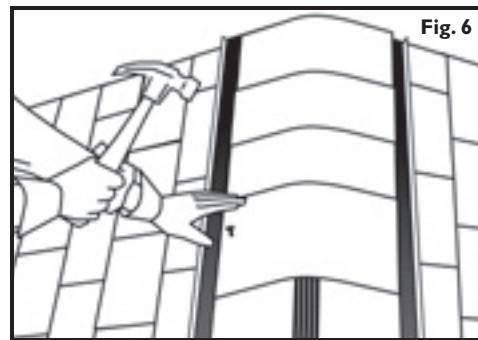

Fig. 6
6. Nail hip and ridge shingle over the vent using nails long enough to meet the penetration requirements of the shingle manufacturer or use nails provided with the VentSure ridge vent. For a clean look, extend the hip and ridge shingle to cover the interlocking tabs or trim tabs off using a utility knife. **See Fig. 6.**
6. Fije las tejas para lima tesa y cumbre sobre la ventilación con clavos con una longitud que coincida con los requisitos de penetración del fabricante de las tejas o con los clavos provistos junto al respirador de cumbre VentSure. Para una apariencia prolífica, extienda la teja para lima tesa y cumbres de manera que cubra las aletas de traba o córtelas con un cíter. **Consulte la Fig. 6.**